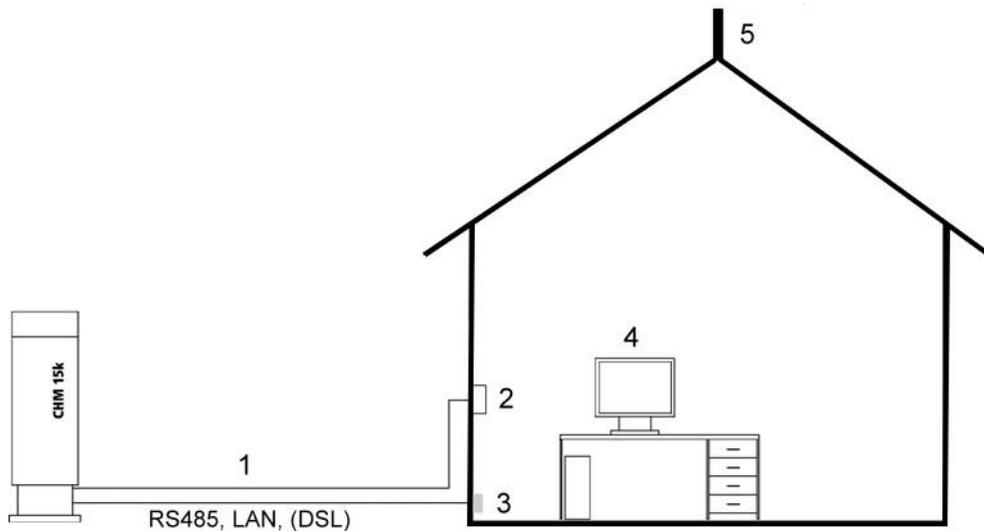

Figura 10 Esquema de la instalación eléctrica.
Figura 10 muestra un esquema de la instalación eléctrica del CHM 15k. La alimentación eléctrica (1) del equipo debe realizarse a través de un dispositivo seccionador externo. Debe ser de fácil acceso para poder desconectar el equipo de la red en caso necesario. El dispositivo seccionador debe identificarse como perteneciente al equipo y disponer de una protección previa de acuerdo con la sección de cable ≥ 6 A, B o C. La caja de acometida debe instalarse a una distancia de < 3 m. El cable de puesta a tierra debe ser lo más corto posible. El conexionado debe realizarse conforme a la normativa del país.